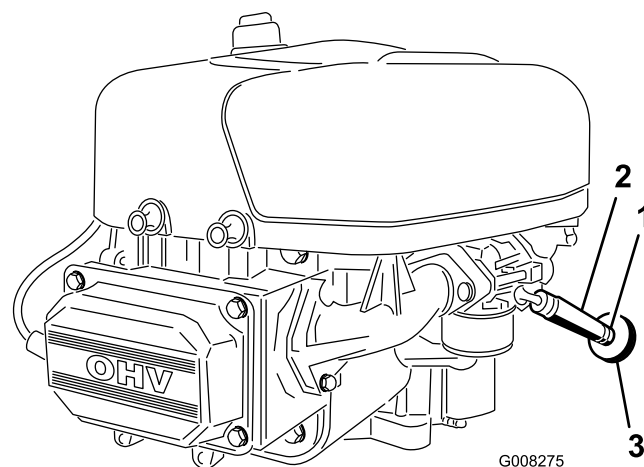

Bild 26
7. Lockern Sie die Schlauchklemme am Kraftstofffilter und schieben Sie sie an der Kraftstoffleitung weg vom Kraftstofffilter (Bild 26).
8. Ziehen Sie die Kraftstoffleitung vom Kraftstofffilter (Bild 26).
11. Schieben Sie die Schlauchklemme ganz an den Kraftstofffilter heran, um die Kraftstoffleitung zu befestigen (Bild 26).
Tauschen Sie den Kraftstofffilter am besten aus, wenn der Tank leer ist (Bild 26). Bauen Sie nie einen verschmutzten Filter wieder ein, wenn Sie diesen aus der Kraftstoffleitung entfernt haben.